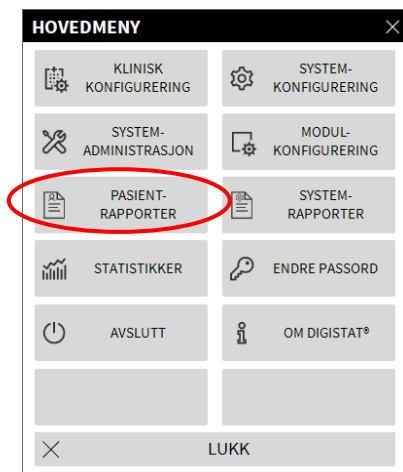

Fig. 125
Følgende meny vises (Fig. 125).
- Klikk på **PASIENTRAPPORTER** (Fig. 125).